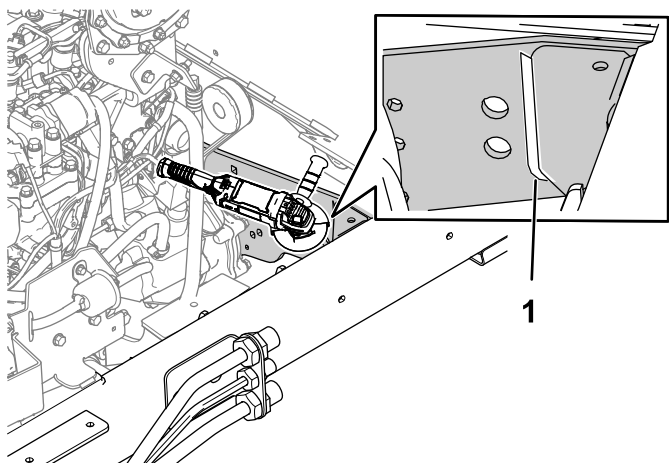

Рисунок 8
1. Удалите шлифовкой сварной шов, расположенный между опорой моста и угловой опорой, как показано на Рисунок 8. Повторите эти действия на другой стороне.